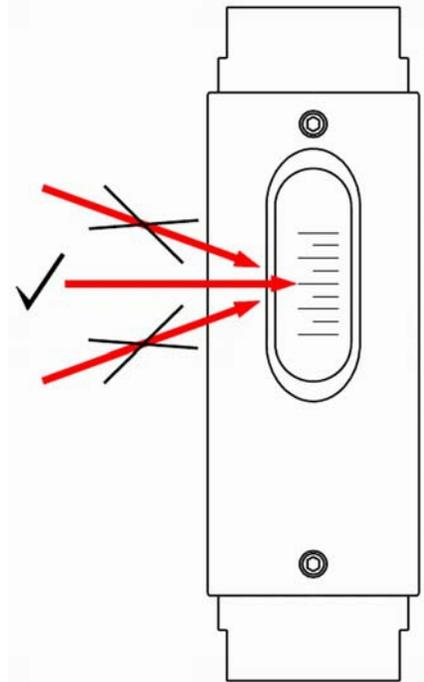

Abb. 32: Messskala ablesen
2. ➔ Geradeaus auf die Messskala blicken (Abb. 32, mittlerer Pfeil). Durch einen Blickwinkel von oben oder unten kann der Ablesewert verfälscht werden